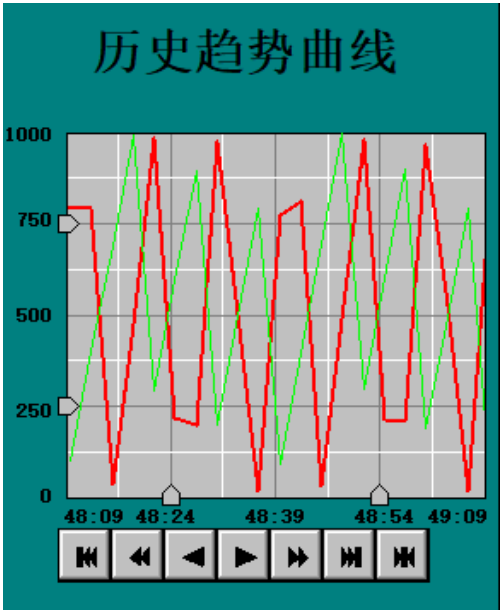

图 5.2-13 运行效果：历史曲线构件
- ⑦ 运行工程，历史曲线构件自动以高级属性中设置的周期“3 秒”，刷新曲线，效果如图 5.2-13。